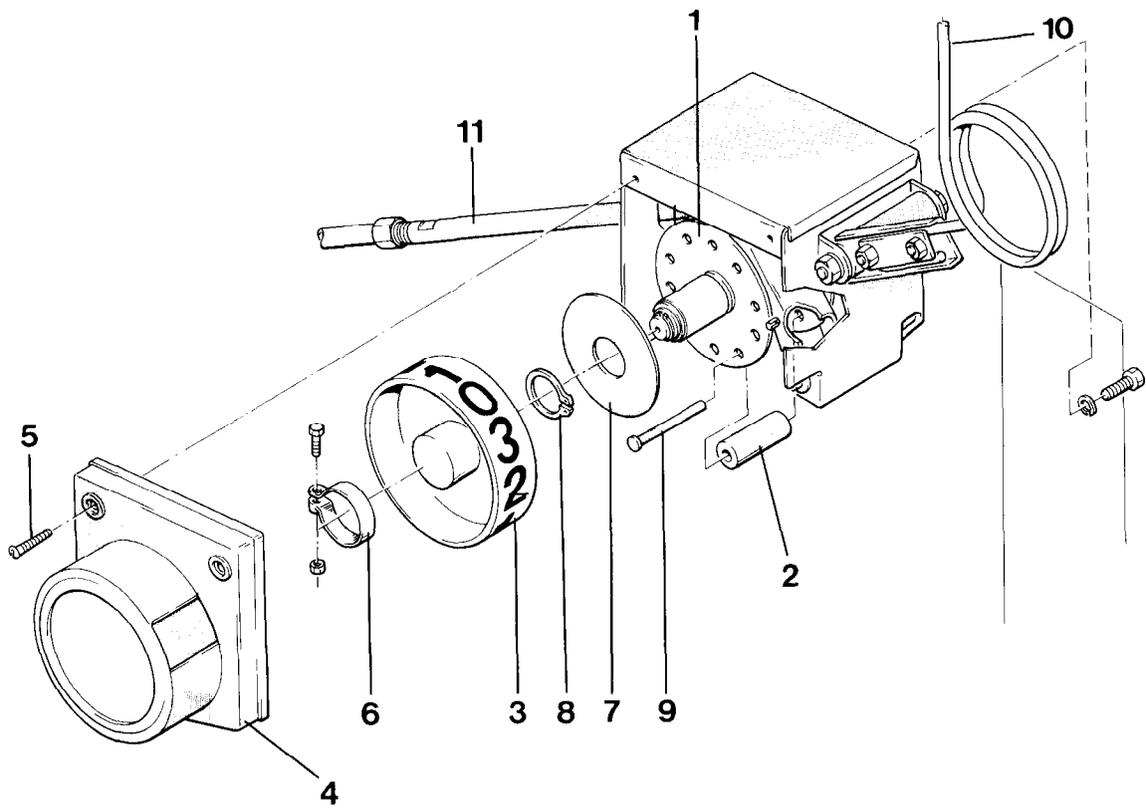

Fig. 16
Das Teilungsrads (Fig. 16/1) ist für den 2-, 3-, 4- und 6-fachen Wechsel gleich. Soll die Wechsel- folge geändert werden, brauchen lediglich die Schaltrollen (Fig. 16/2) am Teilungsrads (Fig. 16/1) umgesteckt bzw. ergänzt zu werden.
Für den 5-, 7-, 8- und 9-fachen Wechsel ist beim Umbau das vorhandene Teilungsrads (Fig. 16/1) gegen ein für die erforderliche Schaltung entsprechendes Teilungsrads auszutauschen. Bei jedem Wechsel auf eine andere Schaltung ist grundsätzlich auch ein neues Klebeschild auf dem Anzeigerads (Fig. 16/3) anzubringen.
Es sind lediglich die Schaltrollen (Fig. 16/2) umzustecken bzw. zu ergänzen. Dies ist auch bei angebautem Schaltkasten an der Drill- maschine möglich.
- Schutzdeckel (Fig. 16/4) nach dem Lösen der zwei Blechschauben (Fig. 16/5) abnehmen.
- Schelle (Fig. 16/6) lösen und mit dem Anzeigerads abziehen.
- Die Sicherungsscheibe (Fig. 16/7) ist nach dem Entfernen des Sicherungsringes 24 x 1,2 (Fig. 16/8) abzunehmen.
- Die freiliegenden Schaltrollen (Fig. 16/2) lassen sich nun anhand der Fig. 17 umrüsten, indem die Bolzen (Fig. 16/9) herausgezogen sind.
- Sicherungsscheibe (Fig. 16/7) und Sicherungsring (Fig. 16/8) montieren.
- Anzeigerads (Fig. 16/3) mit neuem Klebeschild (Fig. 18) versehen und auf dem Teilungsrads mit Hilfe der Schelle (Fig. 16/6) befestigen.
- Schaltkasten an der Bedienungsfeder (Fig. 16/10) durchschalten, bis das Klemmrohr (Fig. 16/11) durch eine Schaltrolle (Fig. 16/2) angezogen und gehalten wird. Der Schutzdeckel (Fig. 16/4) wird an den Schaltkasten gehalten und das Anzeigerads (Fig. 16/3) so weit verdreht, bis die Zahl „0“ am Fenster des Schutzdeckels zu sehen ist.
- Anzeigerads (Fig. 16/3) mit der Schelle (Fig. 16/6) festklemmen und den Schutzdeckel (Fig. 16/4) montieren.
- Schaltkasten an der Bedienungsfeder (Fig. 16/10) durchschalten, bis sich das Anzeigerads (Fig. 16/3) mindestens dreimal vollständig gedreht hat, und überprüfen, ob der Schaltkasten ordnungsgemäß arbeitet, d. h. in jeder „0“-Stellung das Klemmrohr (Fig. 16/11) anzieht. Ist dies nicht der Fall, ist die Grund- einstellung des Schaltkastens nach Punkt 14.2.2 durchzuführen.
Selbstverständlich lassen sich aber auch die Schaltrollen (Fig. 16/2), die Bolzen (Fig. 16/9), die Sicherungsscheibe (Fig. 16/7), der Sicherungsring (Fig. 16/8) mit den Bundbuchsen (Fig. 20/7) wieder verwenden.
Die Schaltrollen (Fig. 16/2) müssen dann nach Fig. 21 umgesteckt bzw. ergänzt werden.